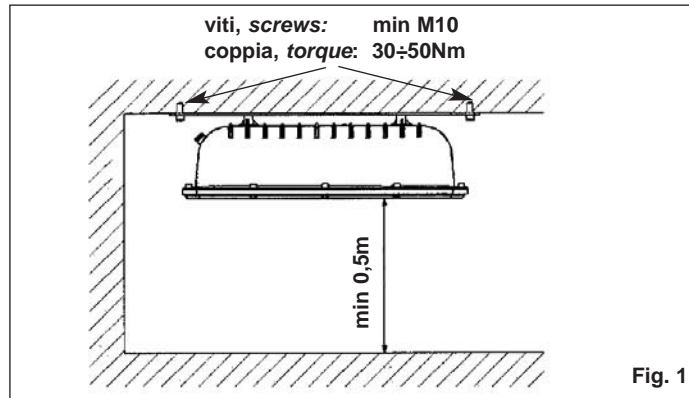

Fig. 1
- Wenn der Strahler eingeschaltet ist, stellen Sie sicher, dass der Abstand zwischen dem Strahler und der zu beleuchtenden Fläche **min. 0,5m beträgt.** (Bild 1)
Über die Schalter 1 bis 9 weisen Sie die DMX_Kanäle zu, entsprechend den Werten, spezifiziert in Bild A. Beachten Sie, dass jeder Strahler 5 Kanäle benötigt. Bitte addieren Sie die Werte, um den gewünschten Kanal zu bekommen. Fixieren Sie den Haltebügel mit Hilfe der beiden Schrauben "M 10" in den äusseren Lochbohrungen des Bügels (Bild 1). Die Schrauben, die den Strahler auf der Oberfläche befestigen, müssen mit einem Drehmoment von 30-50 Nm angezogen werden.
- En el empleo del aparato, cerciorarse que la distancia entre la lámpara y el objeto iluminado **no sea inferior a 0,5 metros** (fig.1).
Fijar el estribo de soporte del proyector a través de, mínimo, 2 tornillos M10 posicionados en los 2 agujeros externos (fig.1). Los tornillos que fijan el proyector a la superficie de instalación tienen que ser atomillados con un torque de 30-50Nm.
- Nell'uso dell'apparecchio, assicurarsi che la distanza tra la lampada e l'oggetto illuminato **non sia inferiore a 0,5 m** (Fig.1).
Agire sui selettori da 1 a 9 per l'assegnazione del canale DMX seguendo i valori indicati in Fig. 4 tenendo presente che ogni apparecchio necessita di 5 canali. Si devono sommare più valori per ottenere il canale desiderato. Fissare la staffa di supporto del proiettore mediante n°2 viti M10 posizionate nei due fori estremi (Fig.1). Le viti di fissaggio del proiettore al piano di montaggio devono essere serrate con un momento torcente di 30-50Nm. Cablare i terminali del cavo a 6 poli come indicato in Fig. 5.